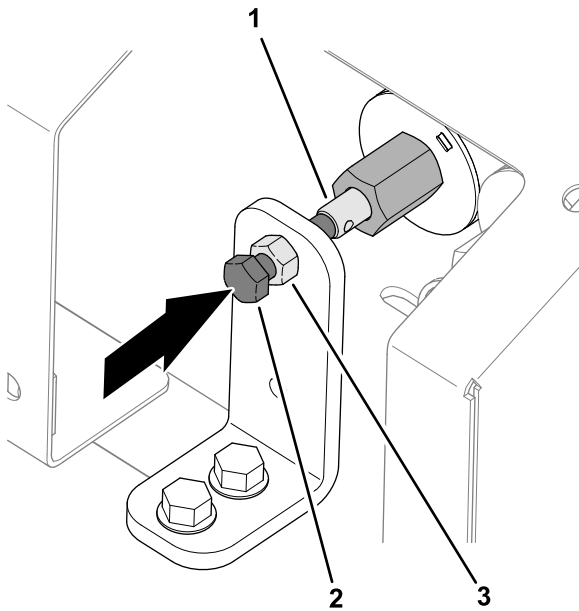

Bild 31
1. Lösen Sie die Klemmmutter an der Halterung für die manuelle Übersteuerung (Bild 31).
2. Drehen Sie die Sechskantschraube für die Ventilüberschreibung im Uhrzeigersinn, um die Fahrgeschwindigkeit zu erhöhen (Bild 31).